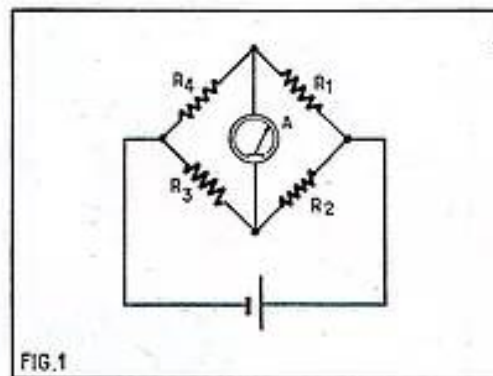
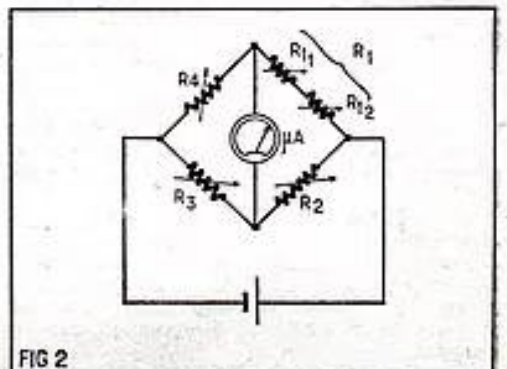

FIG. 1
FIG 2
Comme pour le nombre d'appareils de mesures, l'âme de ce calculateur est le pont de Wheatstone. Chacun le sait, celui-ci est constitué de quatre résistances en pont, d'une source de courant et d'un galvanomètre disposés comme le montre la figure 1. Le pont est dit équilibré quand l'aiguille du microampèremètre n'accuse plus de déviation, grâce à un choix convenable des résistances ; on démontre que les résistances doivent alors obéir à la relation :
$\frac{R_1}{R_4} = \frac{R_2}{R_3}$ (1). Cette égalité nous fait déjà facilement entrevoir le fonctionnement de l'appareil : en effet $\frac{R_2}{R_4}$ n'est rien d'autre que la division de R_2 par R_4 ; d'autre part (1) peut encore s'écrire : $R_1 \times R_3 = R_2 \times R_4$ et de même chacun voit que $R_1 R_3$ est la multiplication de R_1 par R_3 . Reste l'addition et la soustraction : comment y parvenir à partir d'une proportion ? La solution s'impose : il faut diviser une résistance en deux : par exemple R_1 qui sera la somme de deux résistances R_{11} et R_{12} (fig. 2) ; la soustraction, opération inverse de l'addition, s'obtient en appliquant le procédé opposé comme on le verra plus tard.
Occupons-nous de la première opération envisagée : la division $x : y$ ou $\frac{x}{y}$. Les résistances fixes de la figure 1 sont remplacées par des résistances ajustables (fig. 2). Puisque $\frac{R_1}{R_4} = \frac{R_2}{R_3}$ on voit que si on donne à R_1 (c'est-à-dire à $R_{11} + R_{12}$) la valeur x et à R_2 la valeur y , le résultat de la division est $\frac{R_2}{R_4}$, ou R_2 si on fait $R_4 = 1$: en pratique cela revient donc à donner les valeurs fixées à R_1 , R_3 et R_4 et à régler R_2 de façon à ramener à zéro l'aiguille du microampèremètre : la valeur de R_2 obtenue sera le quotient cherché. Revenons encore un peu à R_2 : nous l'avons faite égale à 1, ci-dessus, mais en règle générale sa valeur devra être une puissance de 10 ($1 = 10^0$) : la proportion (1) devient dans ce cas $\frac{x}{y} = \frac{R_2}{10^n}$ qui peut encore s'écrire $\frac{x 10^n}{y} = R_2$ (2) ou $\frac{x}{y 10^n} = R_2$ (3) et l'utilité de $R_3 = 10^n$ apparaît : si R_1 (c'est-à-dire x) ne va que jusqu'à 100 000 Ω et qu'il faut, par exemple, faire la division $\frac{128509}{3231}$,